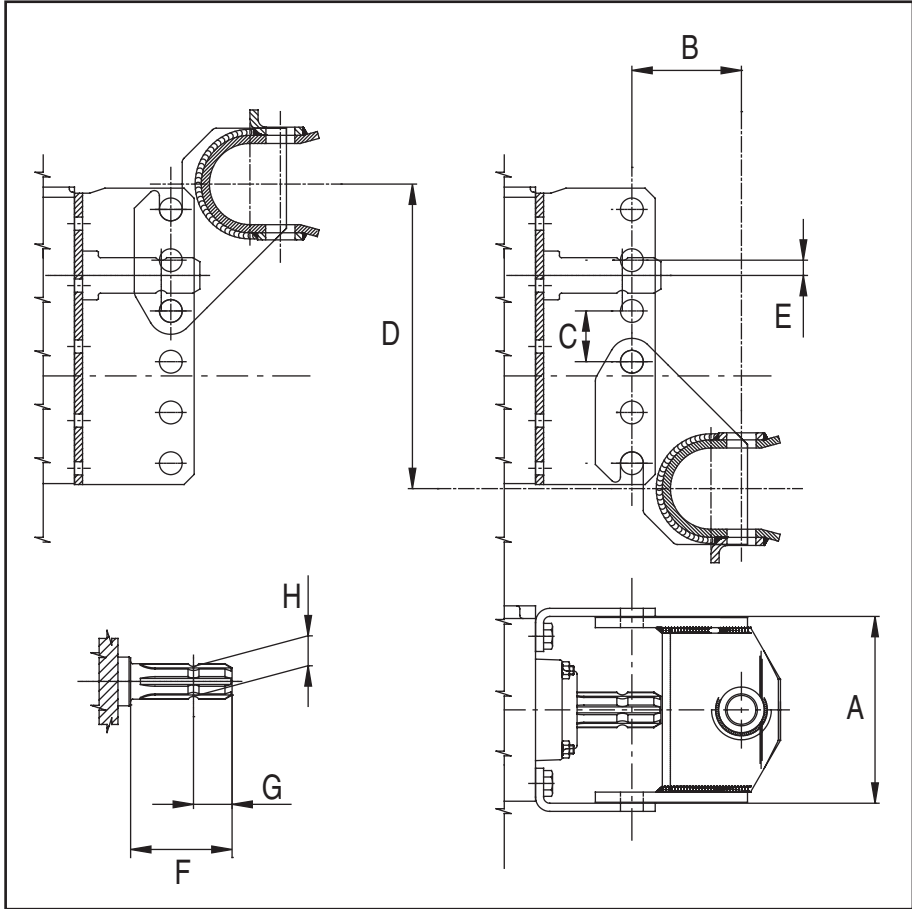
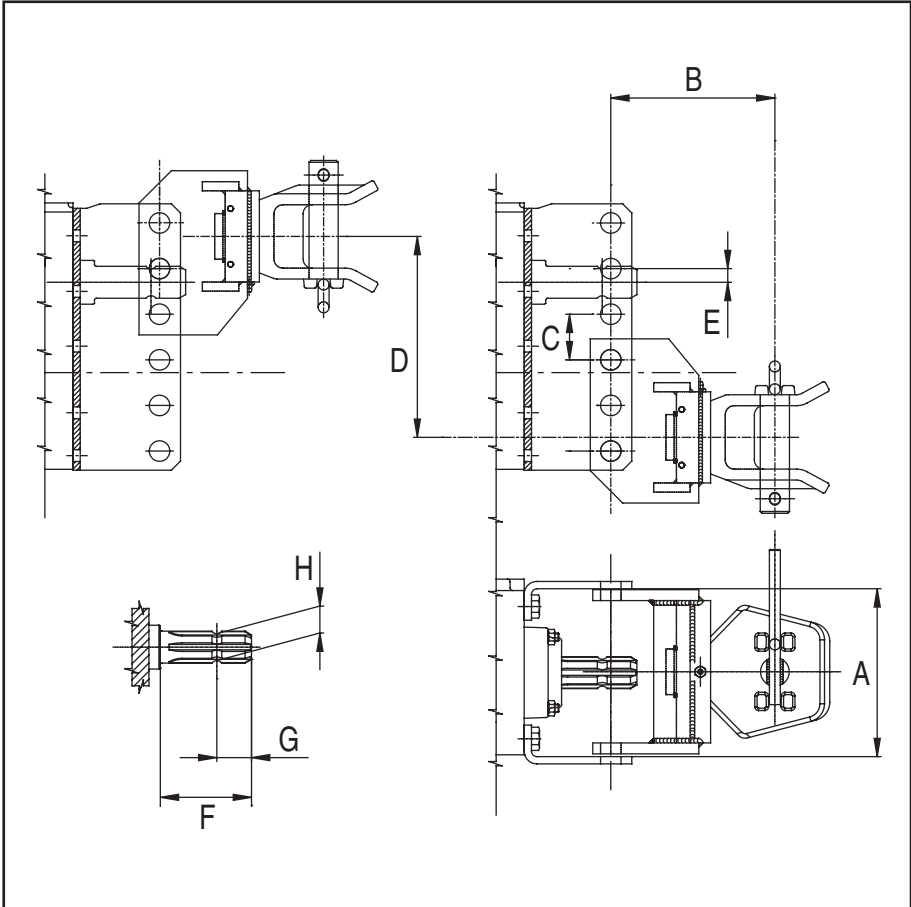

Abb. 5.45
Abb. 5.46
Die verschiedenen Höhen vom Boden sind auf Abb. 5.45 und Abb. 5.46 angegeben. Zum Verstellen der Höhe sind die Verbindungssplints (130) herauszuziehen, um den Haken zu lösen und in der gewünschten Stellung zu fixieren.